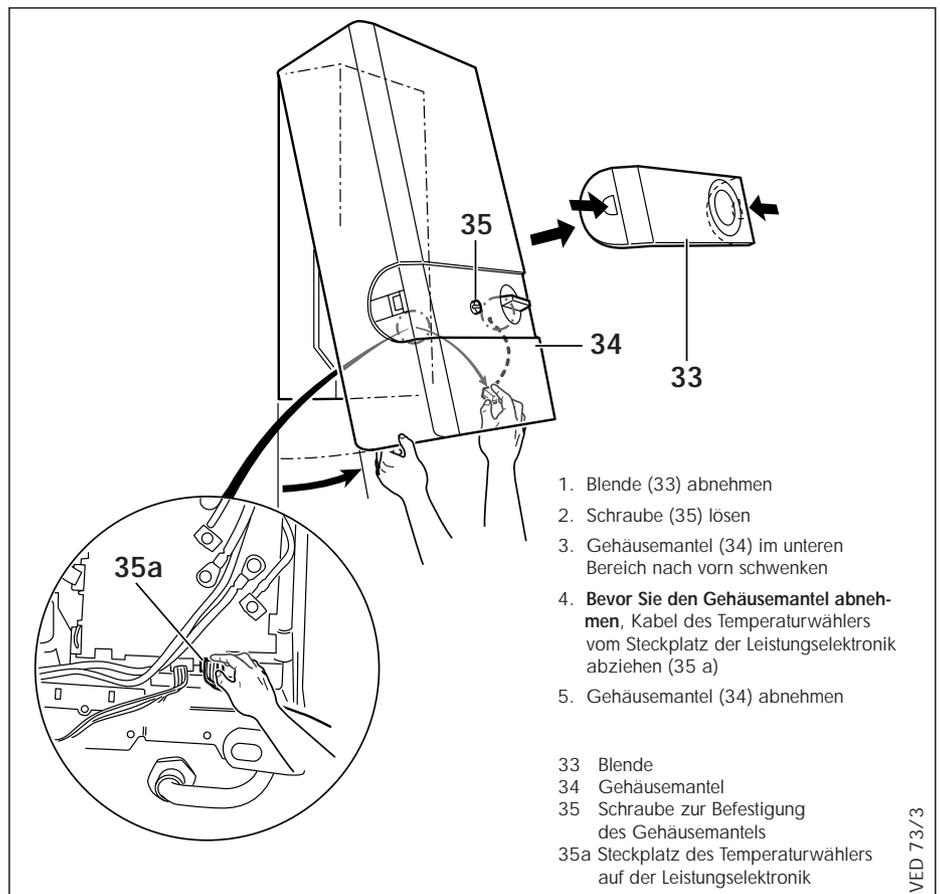

Abb. 5.3 Aufhängen des VED .../4 EE
Nachdem der VED .../4 EE der Verpackung entnommen wurde, ist die Blende (33) abzunehmen( Abb. 5.3): dazu die beiden seitlichen Tasten drücken und die Blende (33) nach vorne abziehen. Gehäusemantel (34) nach Lösen der unter der Blende (33) befindlichen Schraube (35) im unteren Bereich nach vorn schwenken, das Kabel des Temperaturwählers vom Steckplatz X9 der Leistungselektronik (35a) abziehen und den Gehäuseman-tel abnehmen.
## 6.3 Gehäusemantel aufsetzen (Abb. 5.3, Seite 7)